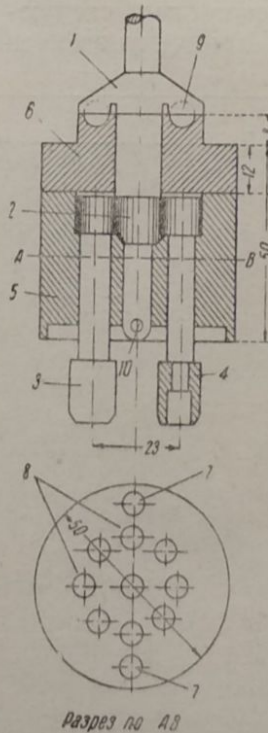

Рис. 3
Далее т. Болюков предложил применить двухшпиндельный патрон для одновременной сверловки двух отверстий в звене под шарниры. Патрон (рис. 3) имеет шпиндель (1), на хвостовине которого выфрезерована шестеренка (2) для патрона (3) и (4) для сверл с шестернями на верхних концах, корпус патрона (5) и крышку (6). Крышка (6) с корпусом (5) соединяется при помощи болтов, пропущенных через отверстия (7). Отверстия (8) в корпусе сделаны для охлаждения патрона. Шпиндель вращается на шариках (9), внизу имеет чеку, предохраняющую его от подъема.